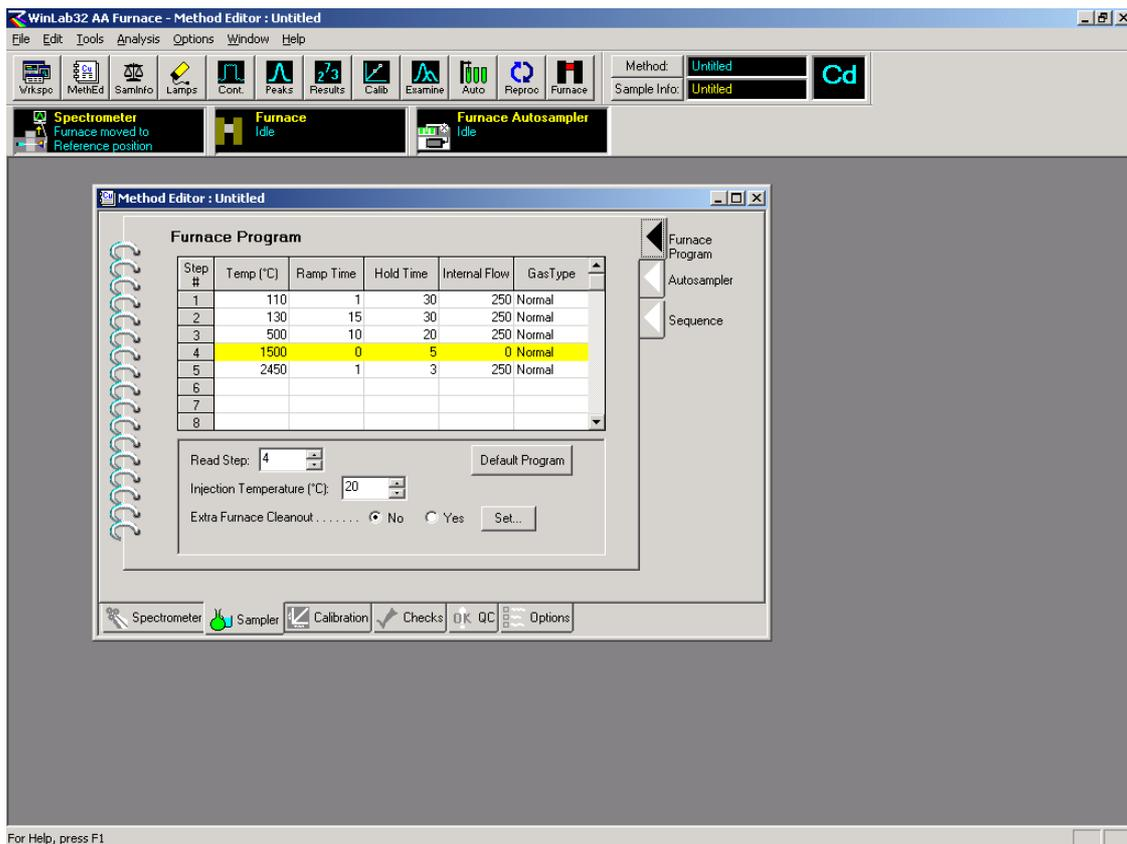
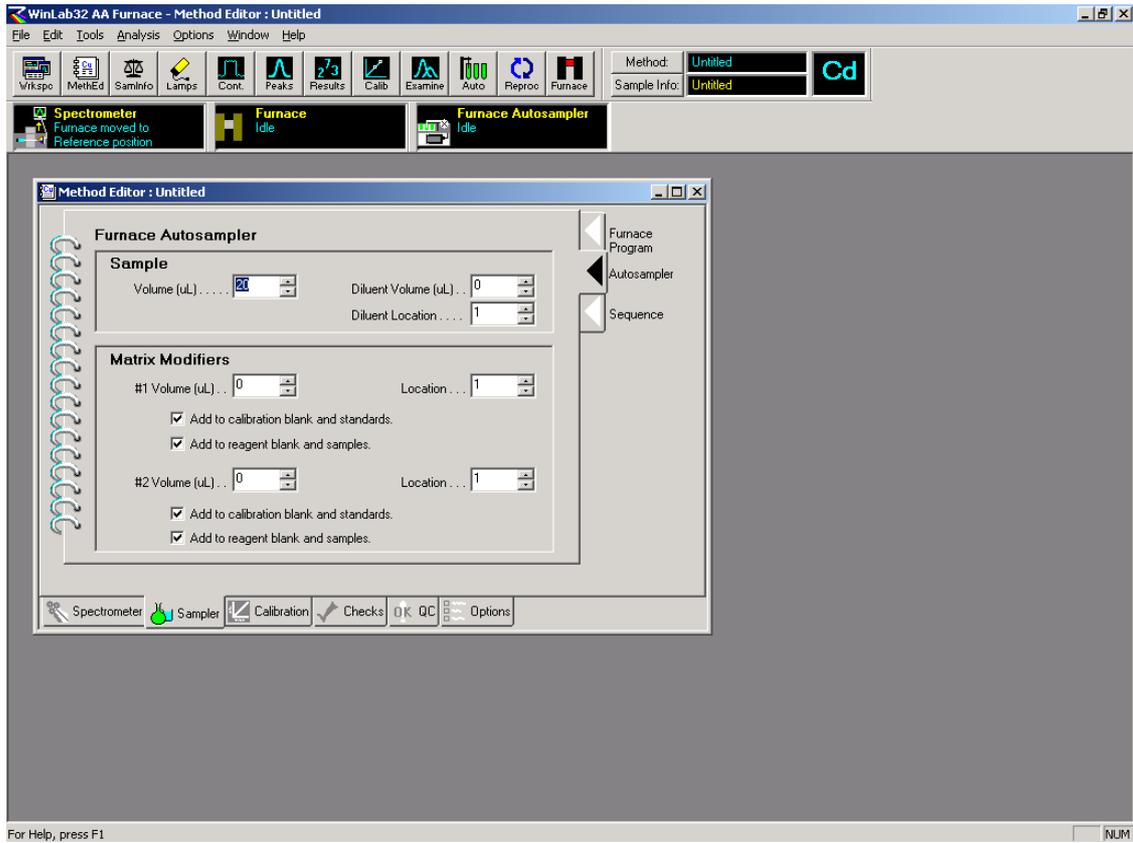

图 28: 石墨炉程序设定页面
图 29: 方法编辑中的自动进样器参数设定页面
2.2.4 读数参数中延迟时间一般不用, BOC 时间 1-5 秒可选. 对于大部分元素来说, 5 秒的读数时间完全足够, 只有在很少的情况下, 测定高温元素的峰面积时, 如果该元素的峰信号存在着拖尾现象, 有可能需要更长一点的测量时间. 灯电流建议选择使用灯窗口的设定值. 在这些参数选定后, 可进入到取样器部分的石墨炉程序页面如下图 28:
2.2.5 一个典型的石墨炉程序至少包括 4 个步骤, 干燥, 灰化(热分解), 原子化和清除. 图 28 中干燥分为 2 步. 干燥的目的是将样品溶液中的溶剂赶走, 干燥程序是否设定合适将会影响到测定吸光度的重复性和石墨管的寿命. 灰化(热分解)步骤的目的是让与测定元素共存的那些物质在原子化阶段到来前走掉, 以免在原子化步骤对测定信号产生影响. 原子化步骤的作用就是将要测定的元素从离子或分子状态变成为处于基态的自由原子, 以便进行光度测量. 清除步骤的目的是要将此次测量中留下的分析物, 样品基体等去除掉, 防止它们对下一次测量产生干扰. 这些参数的设定, 可参照软件中所推荐的缺省值进行修改, 也可通过 Analysis→Method Development 菜单进行优化. 在这个程序参数设定完成后, 方法编辑进入到“Autosampler”页面如图 29: